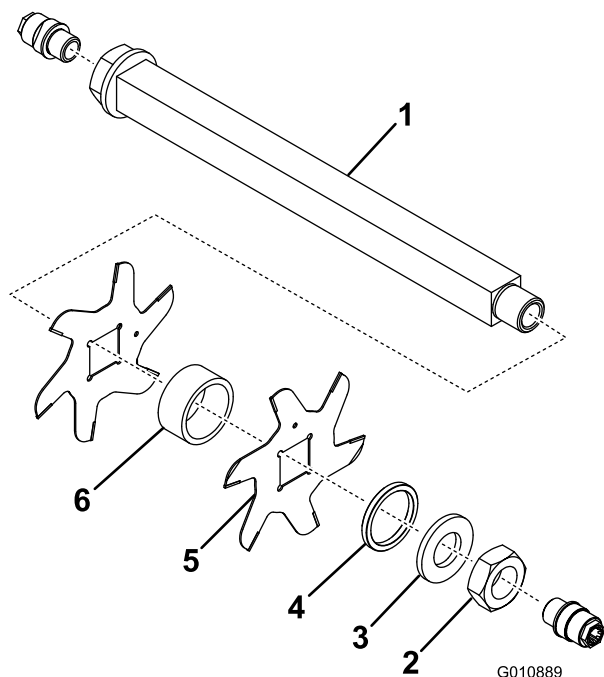

Figura 11
3. Rimuovete il distanziatore piccolo, la rondella, le lame e i distanziatori grandi. Pulite e lubrificate l'albero a sezione quadrata con uno strato sottile di grasso per agevolare l'assemblaggio (Figura 11).